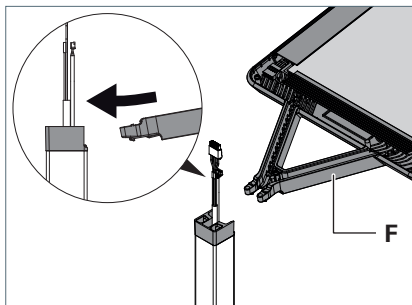

Fig. 3: Montare la testa dell'apparecchio.
- Inserire il braccio di supporto **F** della testa dell'apparecchio con una leggera inclinazione verso il basso nell'adattatore fino alla battuta, vedere Fig. 3.